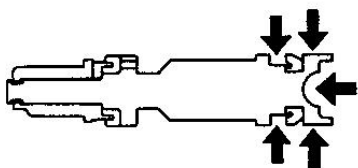

Рис. 3-15.
- нанесите тонким слоем тормозную жидкость на поверхности указанные на рис. 3-15.